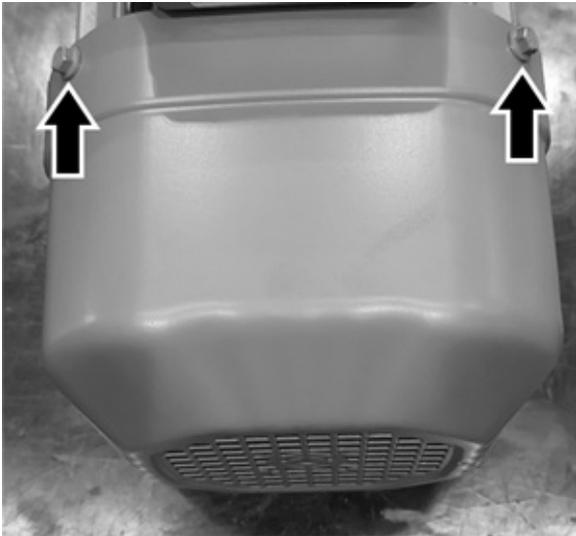
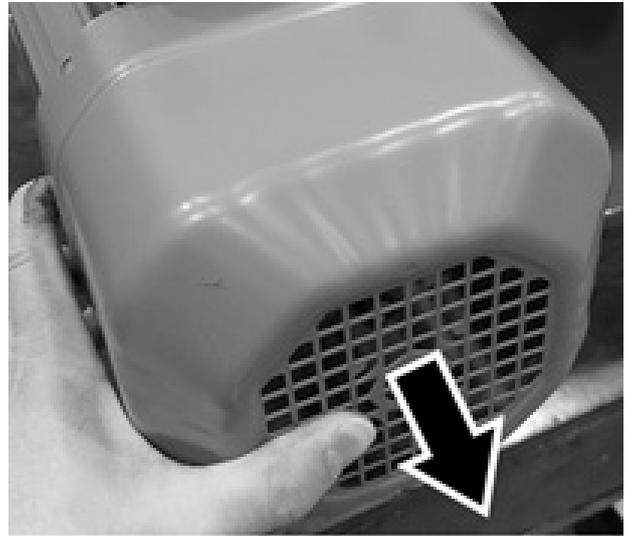

Abbildung 6.
Abbildung 7.
1. Entfernen Sie die Abdeckung der verlängerten Welle (siehe Figure 6 und Figure 7).